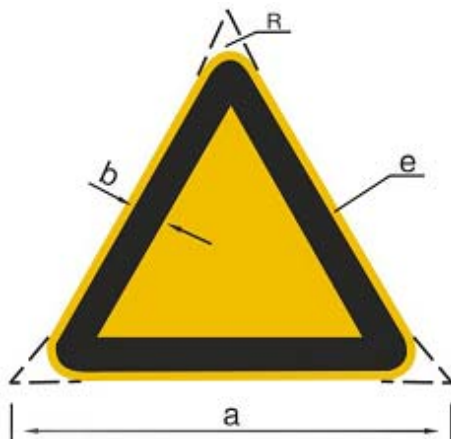

图 3 警告标志基本形状
6.3.1 警告标志的基本形状为等边三角形，顶角朝上，如图 3 所示。